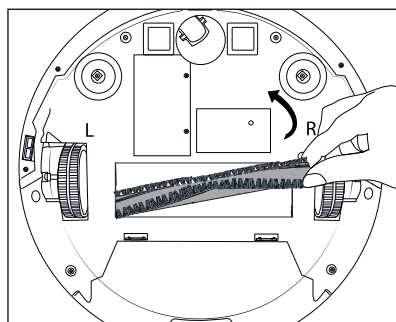

Fig. 15
- ♦ Hold i børsterullen **16** på højre side, og tag den ud af produktet (se fig. 15). Fjern hår og snavs med rengøringsbørsten **10**.